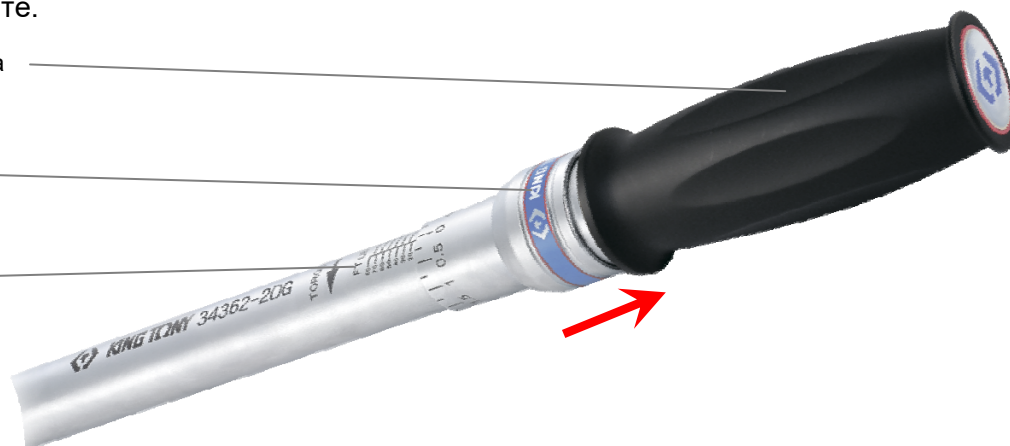

Рис. 2
- Перед началом работы с ключом серии 34362-2DG необходимо произвести настройку ключа (Рисунок 2):